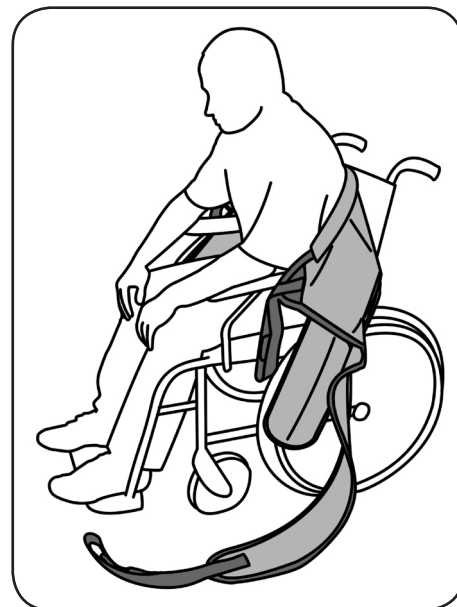

Abb. 8.3.01 – offener Liftergurt hinter dem Rücken des Patienten positioniert
5. Schieben Sie den Liftergurt hinter den Rücken des Patienten (Abb. 8.3.01). Achten Sie darauf, dass die Oberkante des Liftergurtes auf Höhe des Achselbereiches ist und, dass die Beinstützen jeweils rechts und links von den Beinen des Patienten liegen und nicht verdreht sind.